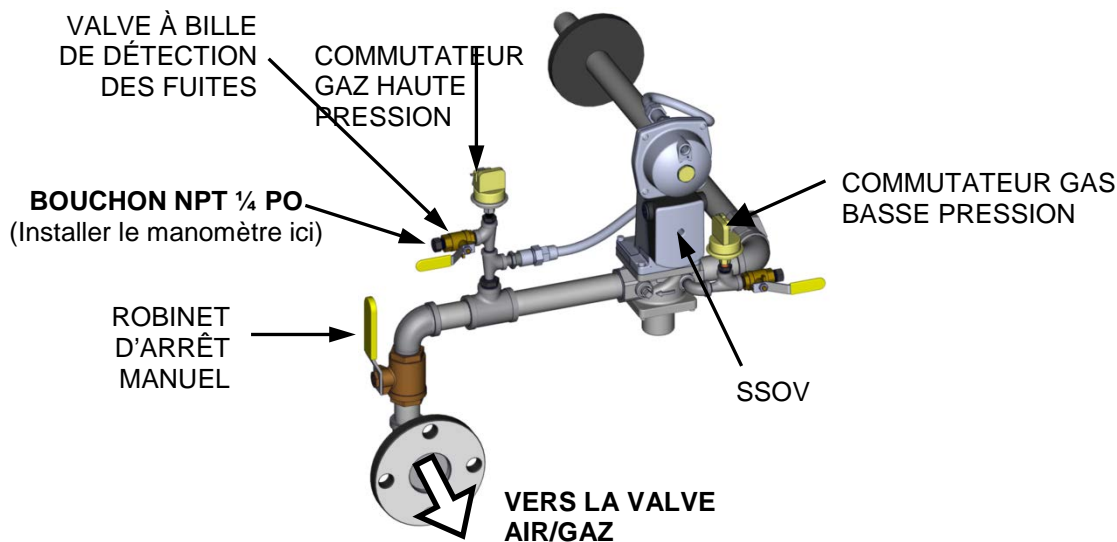

Figure 4-1. Emplacement du bouchon du gaz de 1/4 po (circuit de gaz INN1060 illustré)
3. Retirer le bouchon de tuyau NPT de 1/4 po de la valve à bille de la détection des fuites en aval de la SSOV comme l'indique la figure 4-1.